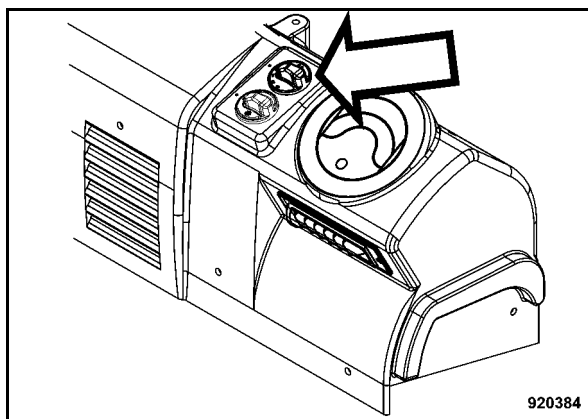

Fig. 141
- Porre l'interruttore rotante per ventilatore cabina (Fig. 141) in posizione 1.